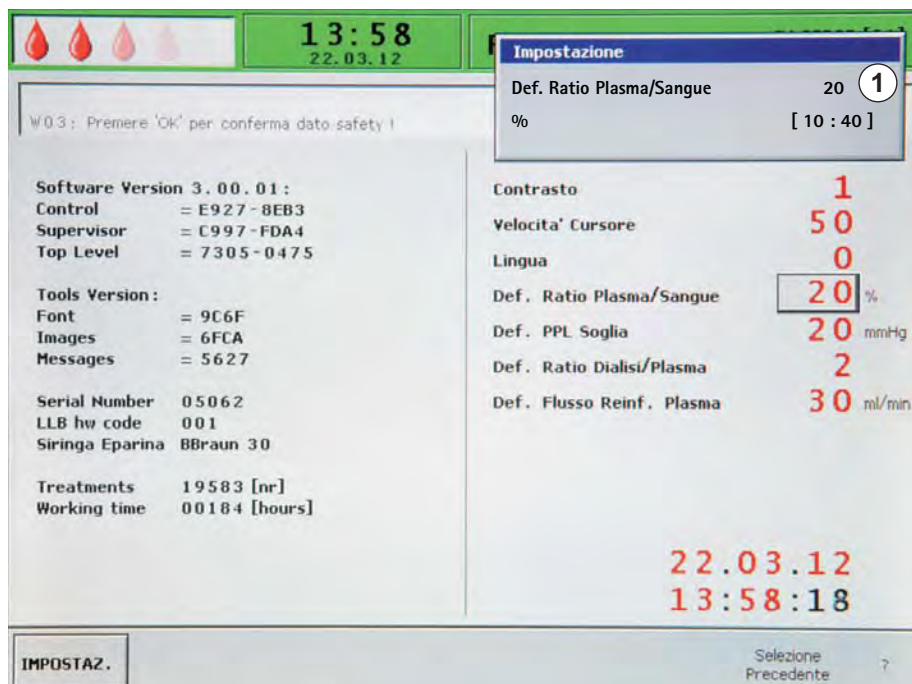

Fig. 4-7 Videata *Impostazioni* – Selezione di un parametro importante per la sicurezza
Se un parametro è importante per la sicurezza del paziente, il valore attualmente impostato è visualizzato nella finestra *Impostazione* al di sopra del range selezionabile (Fig. 4-7, ①). Inoltre, i LED sopra il tasto *OK* lampeggiano.